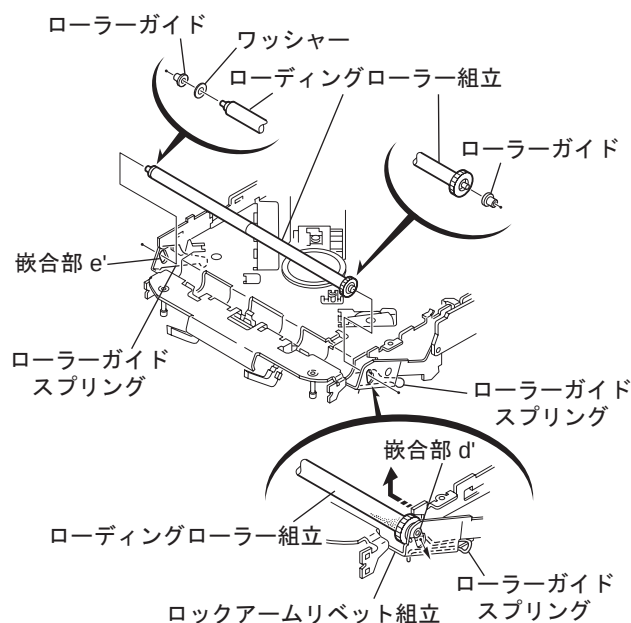

図 27
3.2.15 ローディングローラー組立の外し方 (図 27, 28, 29, 30 参照)